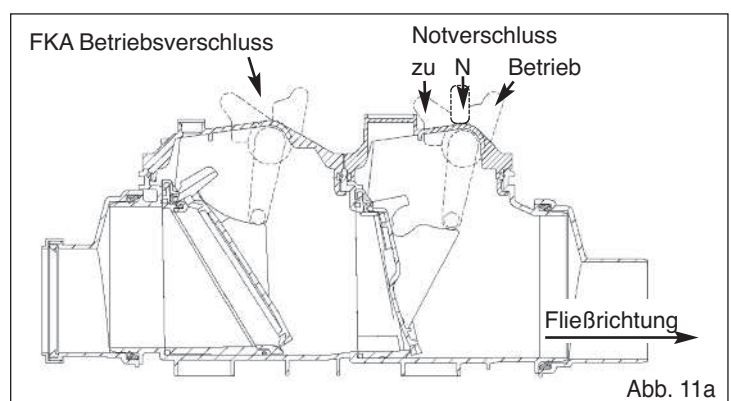

Abb. 11a
- ② Kontrolle der Mechanik der beweglichen Abdichtorgane, ggf. Nachfetten
- ③ Feststellen der Dichtheit des Betriebsverschlusses durch eine Funktionsprüfung (siehe Kap. 4.3)
- ④ Prüfung und Reinigung der elektrischen Sonde (siehe Punkt 4.4)
- ⑤ Prüfung des richtigen Verbaues Einschiebeteile, Klappen (Abb. 11a,b,c)